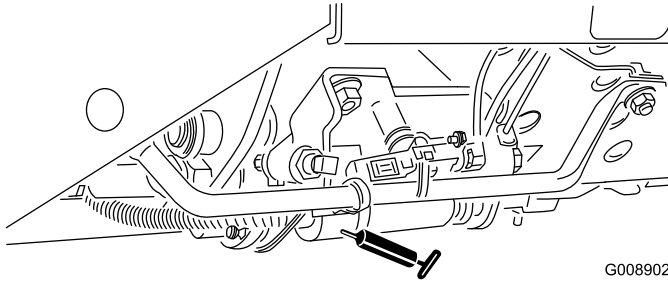

Bild 55
- Mähen-/Transportschieber (Bild 55)